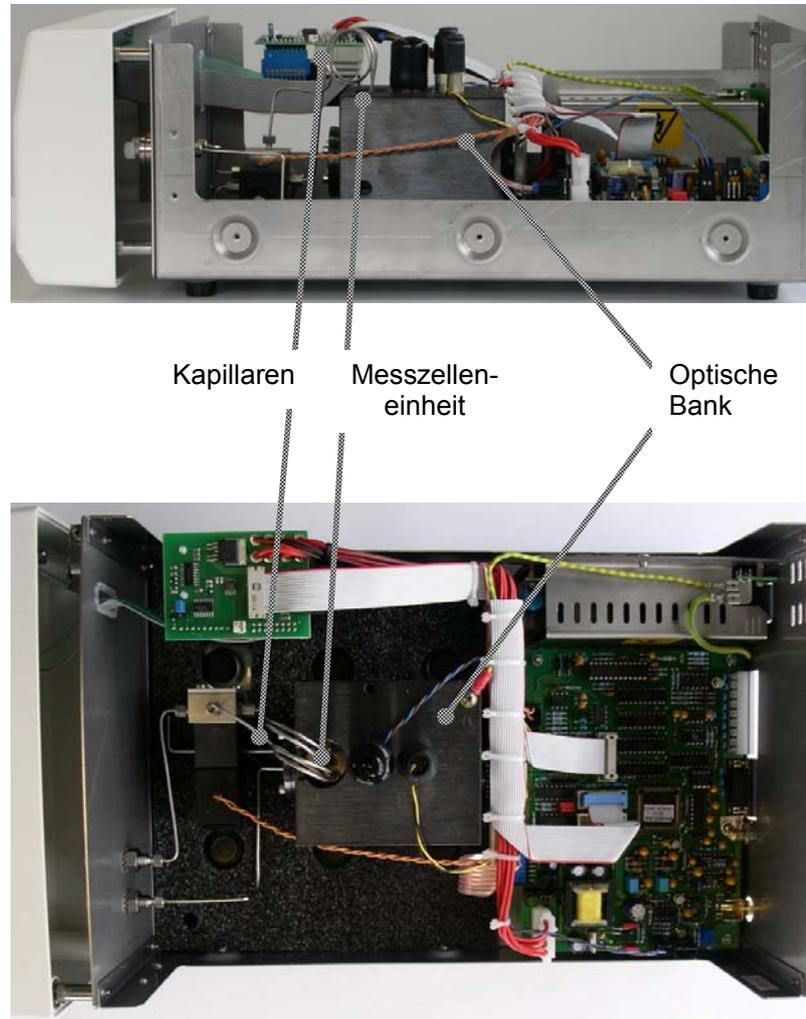
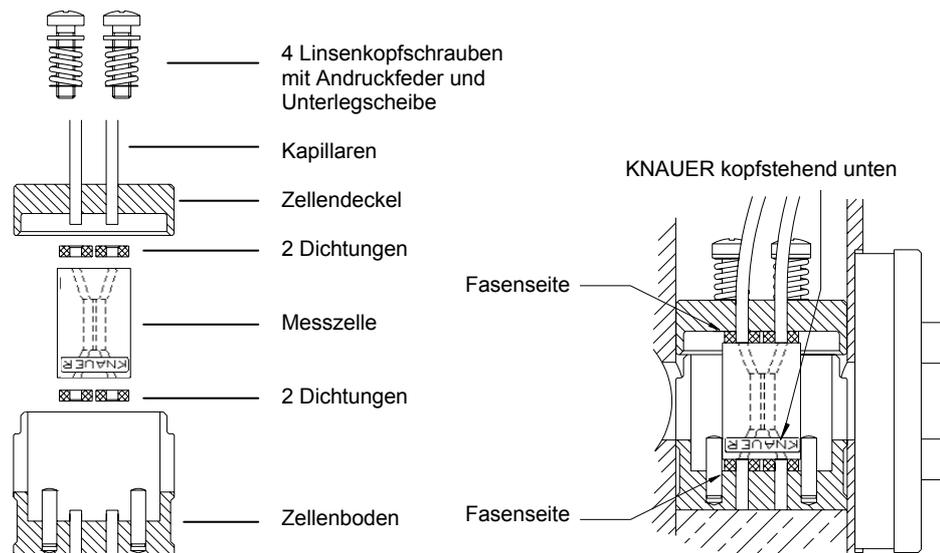

Abb. 19 Einbaulage der Messzelle im RI Detector 2400
Abb. 21 Aufbau der Messzelle des RI Detector 2400 (links) und Einbaulage in der optischen Bank (rechts)
5. Lokalisieren Sie die Messzelle im Inneren des Gehäuses. Die Messzelle ist von oben in die optische Bank eingebaut und mit vier federbelasteten Schrauben befestigt (Abb. 19 und Abb. 21).
2. Setzen Sie die Messzelle unter Beachtung der Lage (vgl. Abb. 21) in das Messzellegehäuse ein. Bei richtiger Orientierung ist der Schriftzug KNAUER über Kopf stehend auf der Zelle unten.